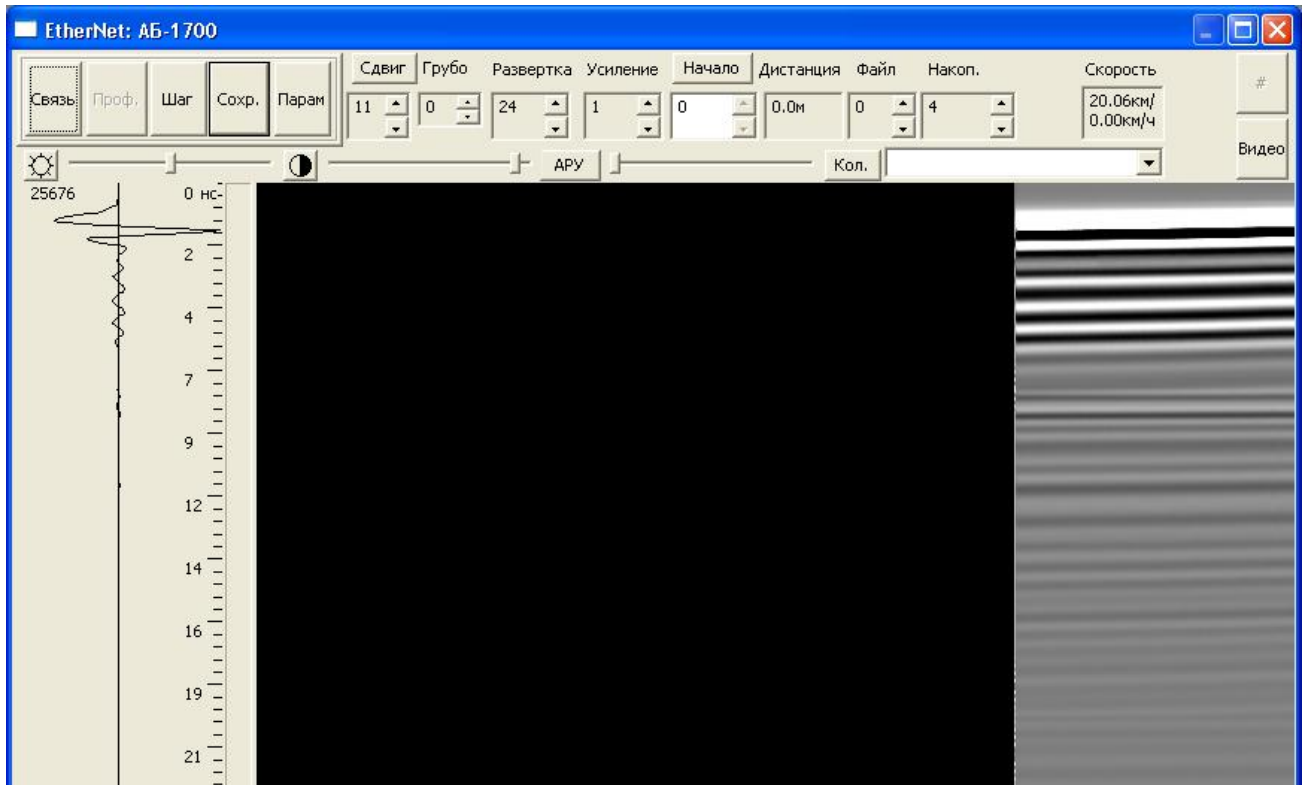

Рис. 2.12 - Окно сканирования программы GeoScan32
7. После запуска режима на экране откроется окно сканирования (Рис. 2.12). Радар готов к проведению зондирования.
Каждая новая трасса записывается после нажатия кнопки «Шаг» (Рис. 2.12) на панели инструментов программы GeoScan32.